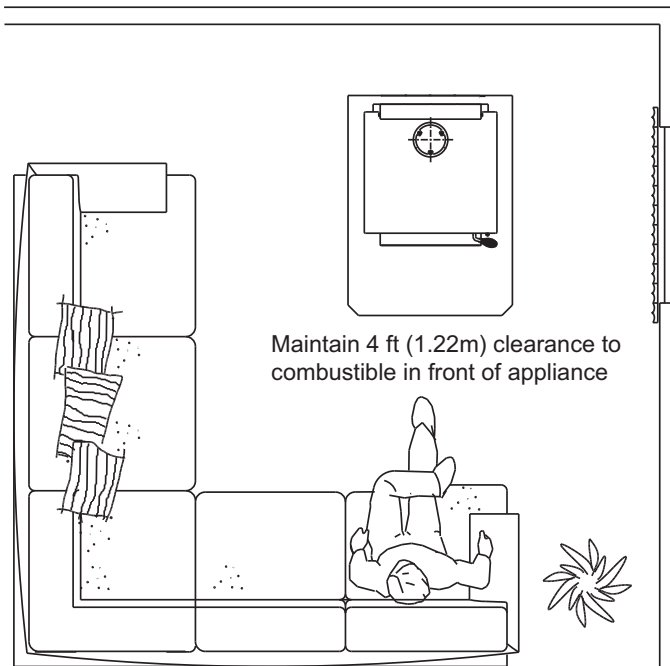

Figure 16.1
**REMARQUE :** Ne placez AUCUN objet inflammable à moins de 1,2 m (4 pi) devant l'appareil (**Figure 16.1**).